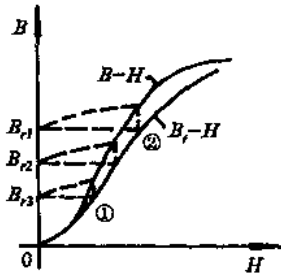

图 1—5 剩磁曲线
(3) 剩磁曲线：任何铁磁材料磁化后总保留一个 B ，剩磁曲线是用图形描述剩磁 (B_r) 与磁场强度 (H) 之间关系的曲线，如图 1—5 所示。